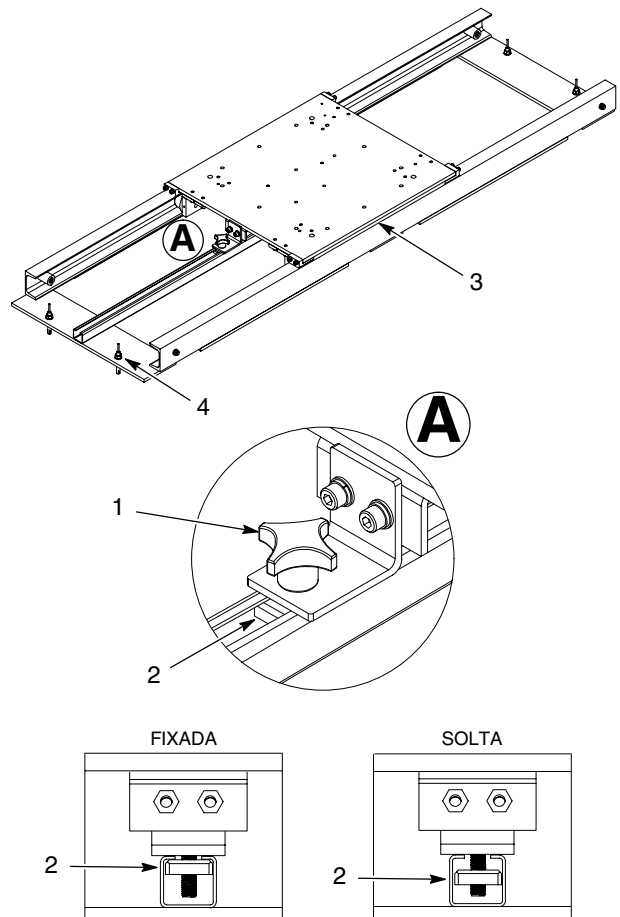
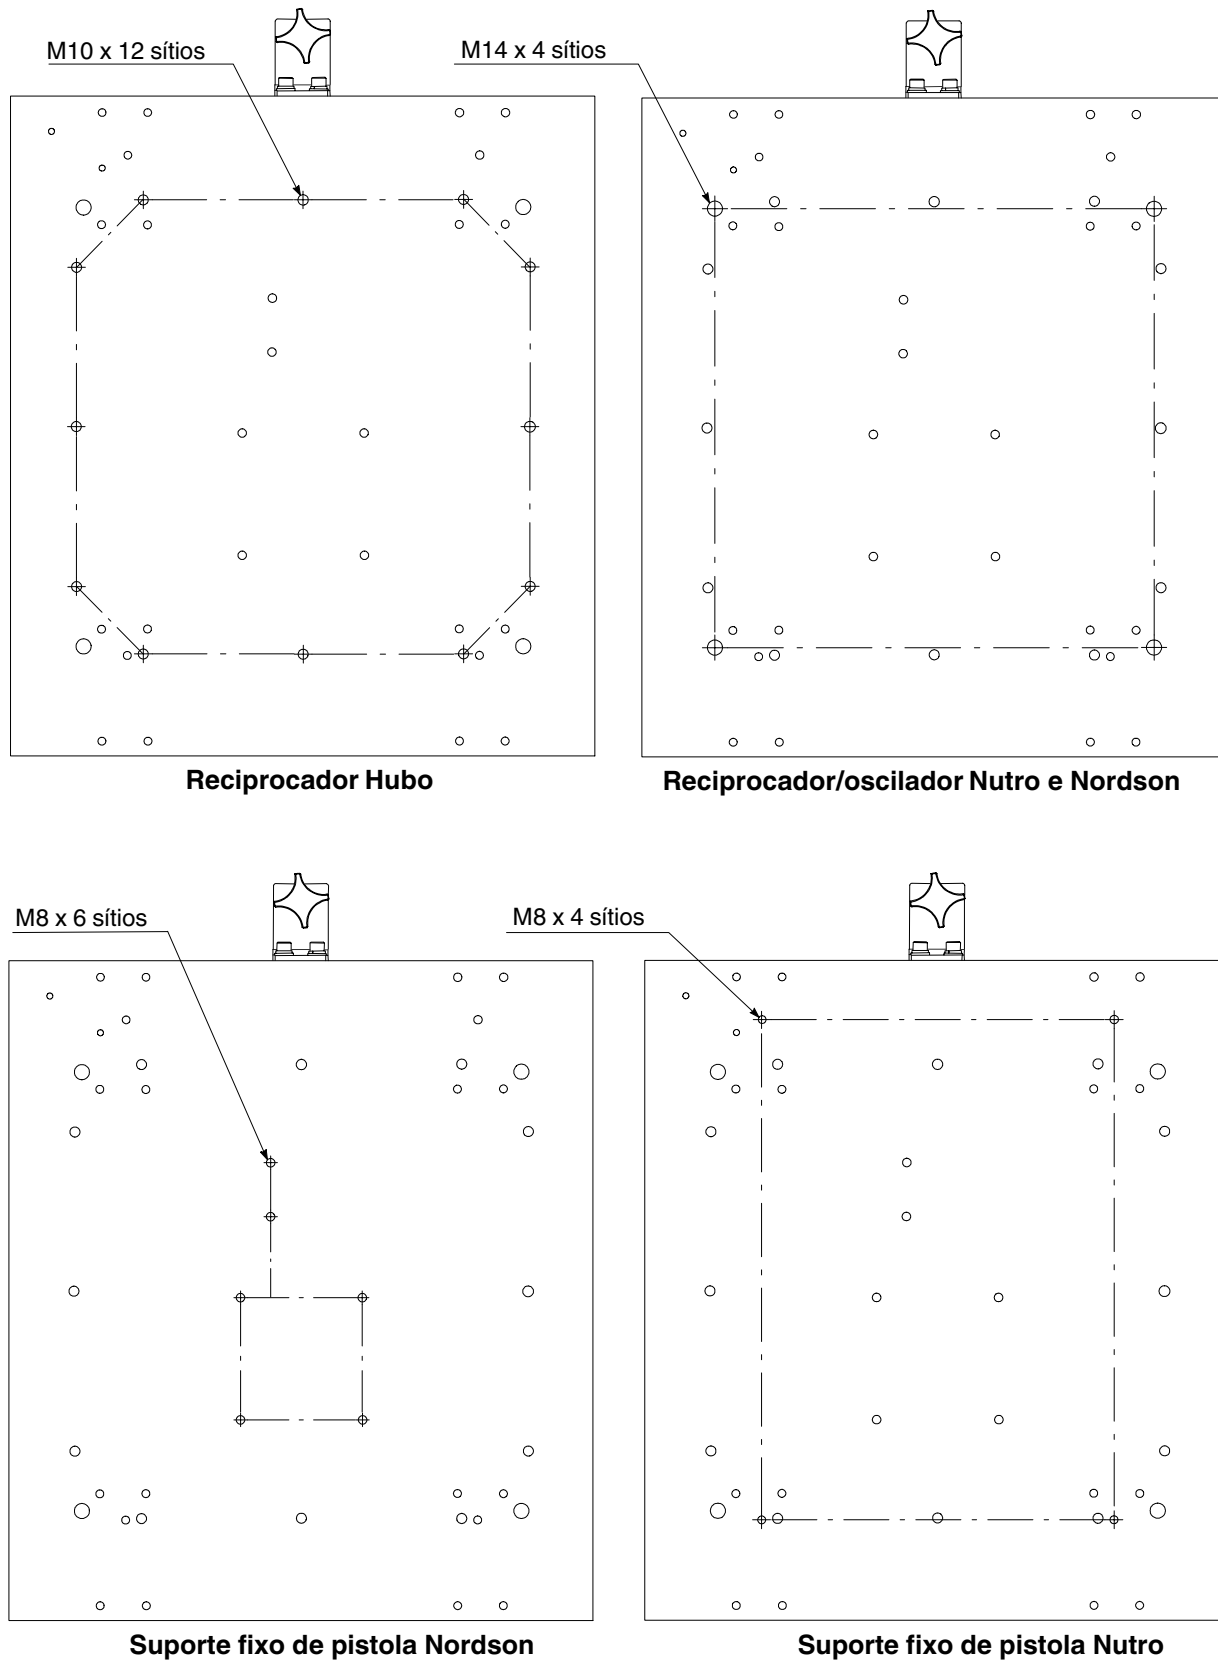

Figura 1 Montagem do posicionador
Figura 2 Padrões de furos de carro
Consulte a figura 1. O posicionador manual, horizontal, de entrada/saída desloca um oscilador vertical, ou um reciprocador vertical ou um suporte fixo de pistola para dentro e para fora de uma cabina de pó.
3. Consulte a figura 1. Monte o oscilador, ou o suporte fixo de pistola, no conjunto do carro (3), utilizando o hardware fornecido. A figura 2 ilustra os padrões dos furos do carro para diversos suportes fixos de pistola, osciladores e reciprocadores.
6. Fixe o posicionador ao chão, utilizando os parafusos de ancoragem (4).